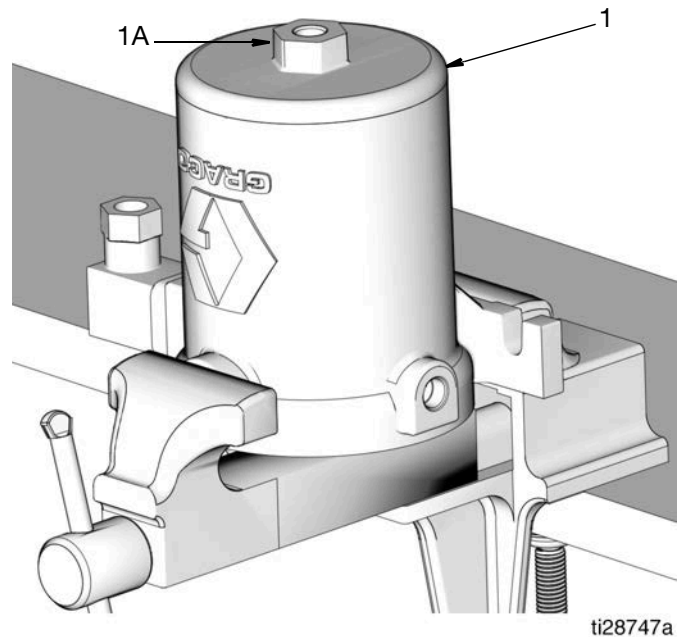

图 20
16. 检查活塞组件 (33) 是否有刮痕和其他磨损及损坏。如有损坏, 则更换泵活塞组件 (33)。
17. 重新将气动马达气缸放置在老虎钳中, 接近气动马达气缸的底部 (图 20)。
18. 用扳手固定住盖螺母 (1a)。逆时针转动松开, 从底部或气动马达气缸拆下盖子 (1)。(图 20)。